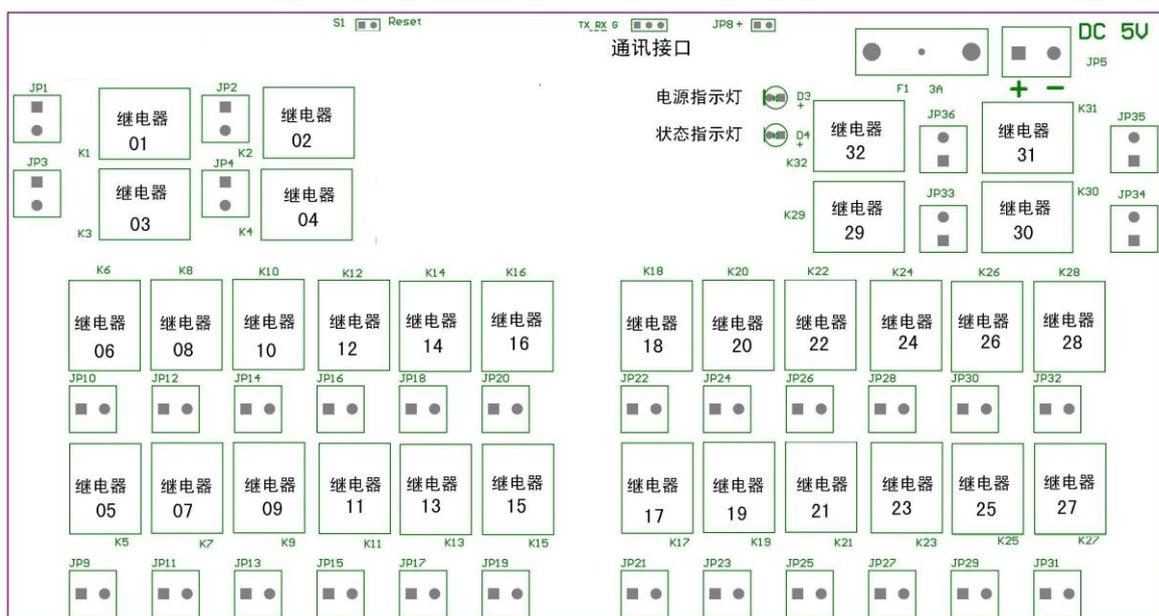

图 4 继电器控制箱内部图
- 接口：通讯接口连接在继电器控制箱侧面板上，用一根串口延长线连接到主控制箱 R232 通讯接口上。继电器接线如图 4 所示。当继电器对应的通道报警时继电器吸合，浓度恢复正常时继电器断开。